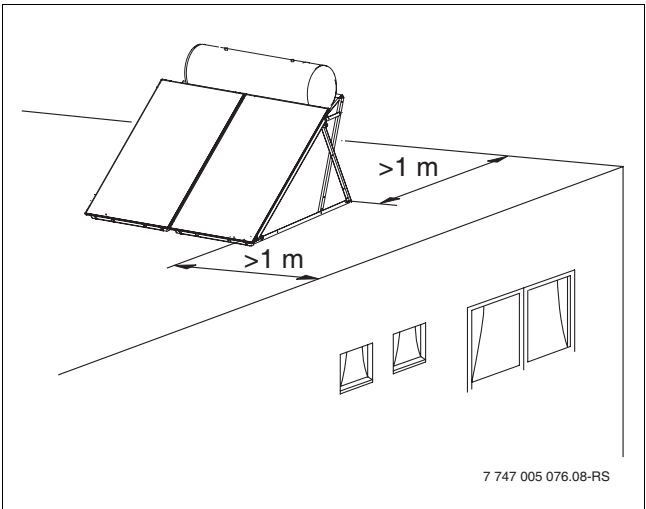

Fig. 7 Distance par rapport au bord du toit (ici système 300 I)
► Prévoir une distance minimale d’un mètre déjà avant le montage entre le support de toit plat et le bord du toit terrasse (→ fig. 7).